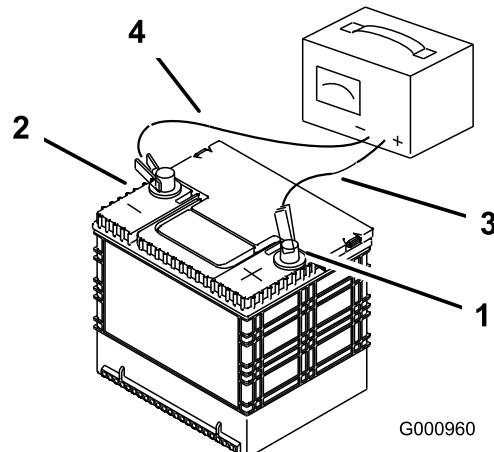

Bild 52
3. Wenn die Batterie voll aufgeladen ist, ziehen Sie den Stecker des Ladegeräts aus der Steckdose und schließen Sie die Ladegerätkabel von den Batteriepolen ab (Bild 52).